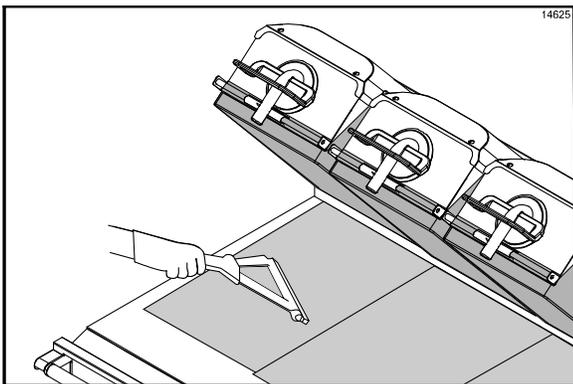

Figura 31
- Con cuidado, use el escurridor para empujar las burbujas de aire del centro hacia el lado, asegurándose de que la hoja antiadherente no se arrugue o doble. (Vea la figura 31.)